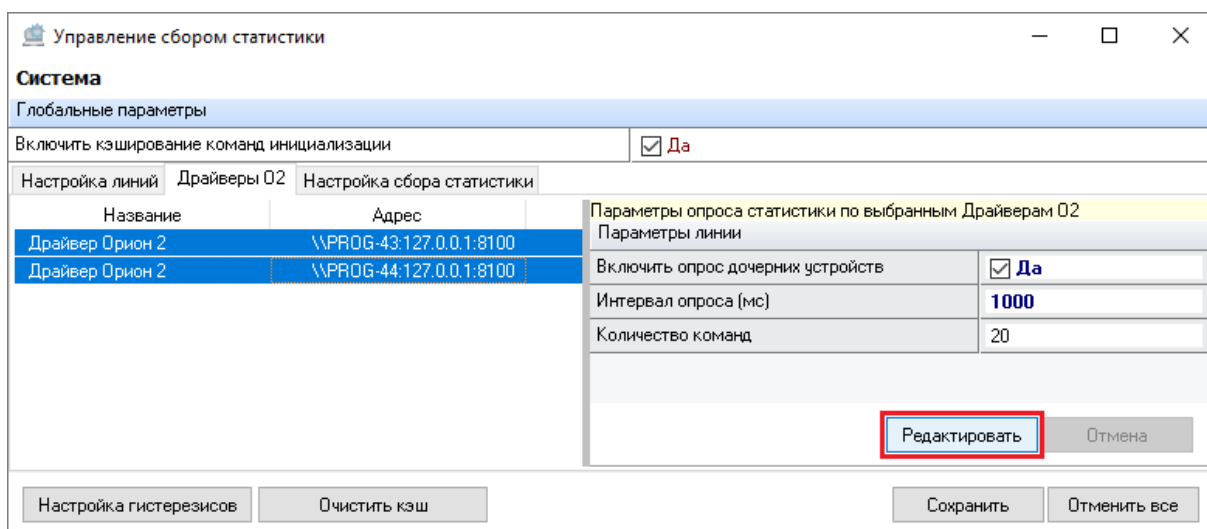

Рисунок 6-218 Переход к редактированию параметров опроса статистики для выбранных Драйверов Орион 2
- 2) нажмите кнопку «Редактировать» в области «Параметры опроса статистики выбранных Драйверов Орион 2» (см. Рисунок 6-218) для перехода в режим редактирования параметров опроса статистики для выбранных линий;